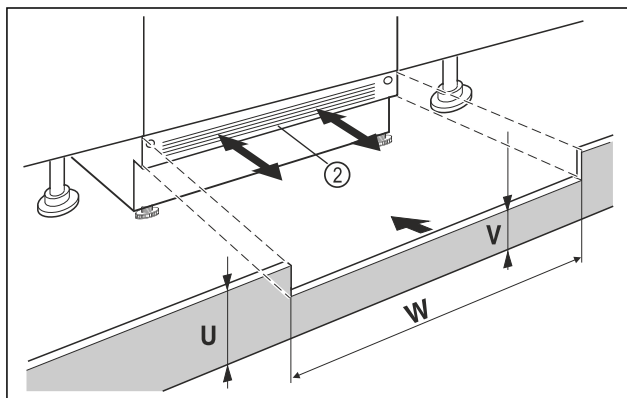

Fig. 88 Príkladné zobrazenie
- ▶ Nasadte podstavcový kryt zariadenia Fig. 88 (2), ale ešte ho neupevňujte.
- ▶ Pri viditeľnom podstavcovom kryte Fig. 88 (2) tento potiahnite dopredu tak ďaleko, aby predná hrana vetracej mriežky a podstavcového krytu nábytku tvorili jednu rovinu.
- ▶ Pri zakrytom podstavcovom kryte Fig. 88 (2) tento posuňte úplne dozadu.
- ▶ Dávajte pozor na úplne voľnú vetraciu štrbinu: V prípade potreby prirežte výšku podstavcového krytu nábytku Fig. 88 (U)!
- ▶ Pozdĺž šírky výklenku Fig. 88 (W) prispôbte výšku medzisteny Fig. 88 (V) pod podstavcovým krytom zariadenia Fig. 88 (2).